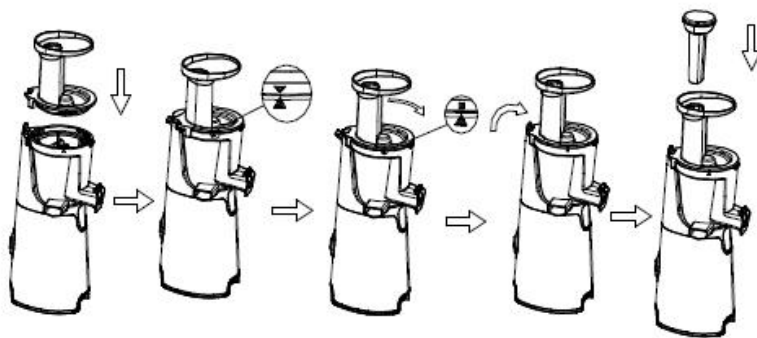

Abb.4
3. Gefäßdeckel auf das Gefäß richtig montieren. Zuerst Gefäßdeckel nach unten stellen und dann Symbol „▼“ am Gefäßdeckel mit dem Symbol „▲“ auf dem Gefäß ausrichten und dann den Gefäßdeckel im Uhrzeigersinn drehen, bis Symbol „▼“ am Gefäßdeckel mit Symbol „■“ auf dem Gefäß ausgerichtet (siehe Abb. 4). Danach Verschluss nach innen drücken, um den Gefäßdeckel gut in Position zu verriegeln. Der Gefäßdeckel muss gut in ordnungsgemäß montiert werden, sonst funktioniert das Gerät nicht. Schliesslich Speiseschieber in den Gefäßdeckel legen.